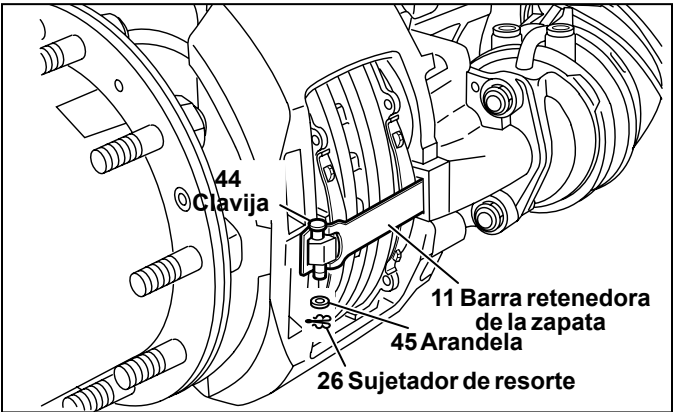

FIGURA 23 - CÓMO QUITAR LA BARRA RETENEDORA
Consulte la figura 23. Mientras presiona contra la barra de retención de la zapata (11), quite y guarde el sujetador (26), la arandela (45) y la clavija (44). Quite la barra retenedora de la zapata (11). Bendix recomienda que estos elementos se reemplacen por unos nuevos (Consulte los juegos y piezas disponible en la sección 5.0).